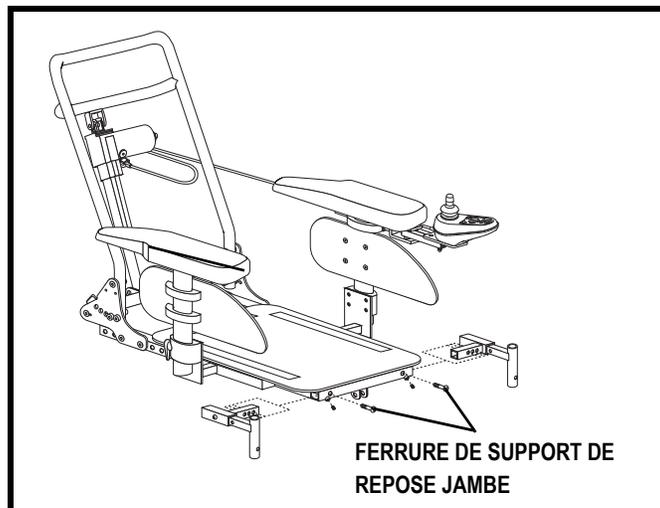

Figure 16. Réglage largeur des repose-jambes
2. Desserrez le support du repose-jambes. **Voir la figure 16.**